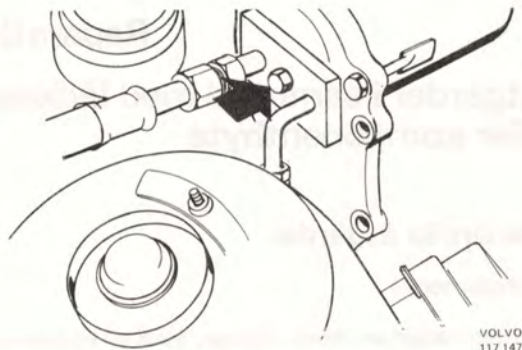

Bild 19 Demontering av slangar från kompressor
3. Skruva loss anslutningsplattan för kompressor-slangarna (bild 19). Sätt skyddspluggar i anslutningsplattan och montera testplattan 5141 som skydd på kompressorn.